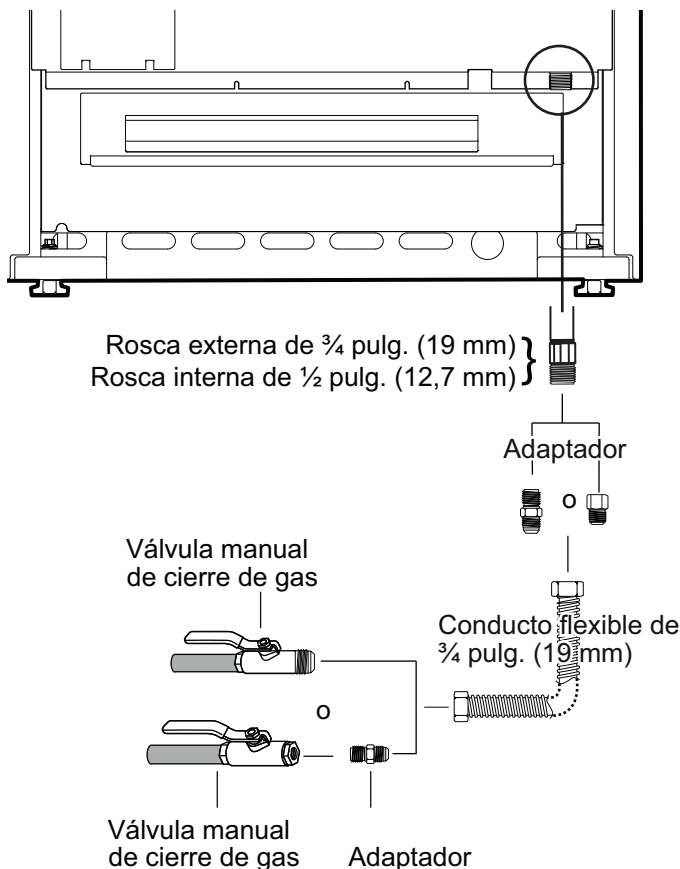

Figura 16: Conexión del colector del suministro de gas
- Asegúrese de cerrar el suministro de gas con la válvula de cierre manual antes de conectar el aparato (*Figura 16*).
- Utilice un conducto flexible de 3/4 pulg. (19 mm) entre el suministro de gas y la línea de suministro del aparato. La línea de suministro de gas está ubicada detrás de la estufa, abajo a la derecha. La línea externa de suministro de gas del aparato tiene una rosca de tipo NPT 3/4 pulg. (19 mm) y la rosca interna es de tipo NPT 1/2 pulg. (13 mm) (vea la *Figura 16*).